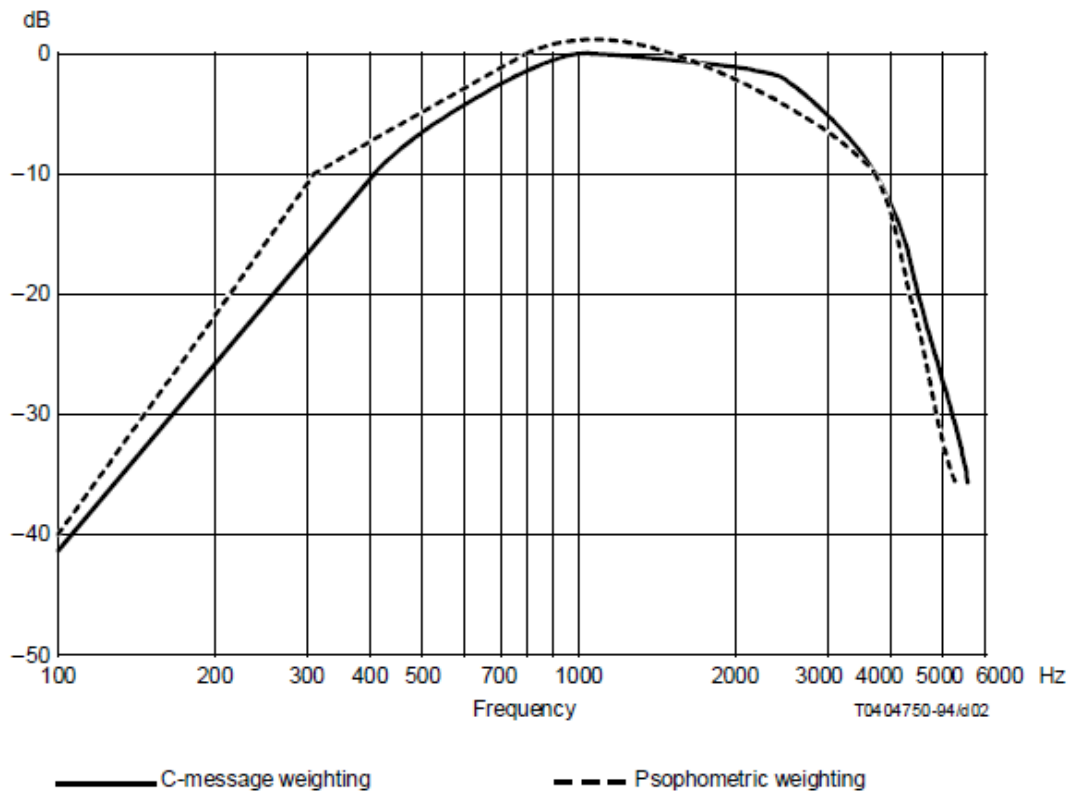

Abb. 7.104: Hinzufügen von Autokorrelation und Kreuzkorrelation
Durch einen Klick auf „+“ in der Kanalliste öffnet sich das Fenster zur Auswahl der verschiedenen Mathematik Funktionen. Unter den Basis-Mathematikfunktion befindet sich die Option zum Hinzufügen einer Korrelation (siehe Abb. 7.104). Es ist möglich unter einer Autokorrelation oder einer Kreuzkorrelation zu wählen. Drücken Sie anschließend auf den „Hinzufügen“ Button im rechten unteren Eck des Fensters und es wird automatisch ein neuer Korrelationskanal in der Kanalliste unter dem angegebenen Gruppennamen (siehe ③ in Abb. 7.104) hinzugefügt.
Die Autokorrelation (siehe ① in Abb. 7.104) beschreibt mathematisch gesehen die Faltung eines Signals mit sich selbst und wird verwendet, um Periodizität in Signalen zu erkennen, z.B. bei modulierten und verrauschten Signalen.
Die Kreuzkorrelation (siehe ② in in Abb. 7.104) beschreibt mathematisch gesehen die Faltung eines Signals x mit einem anderem Signal y. Die Kreuzkorrelation wird z.B. dazu verwendet identische Komponenten in 2 verschiedenen Signalen zu erkennen oder die Verzögerungszeit zwischen 2 Signalen zu analysieren.